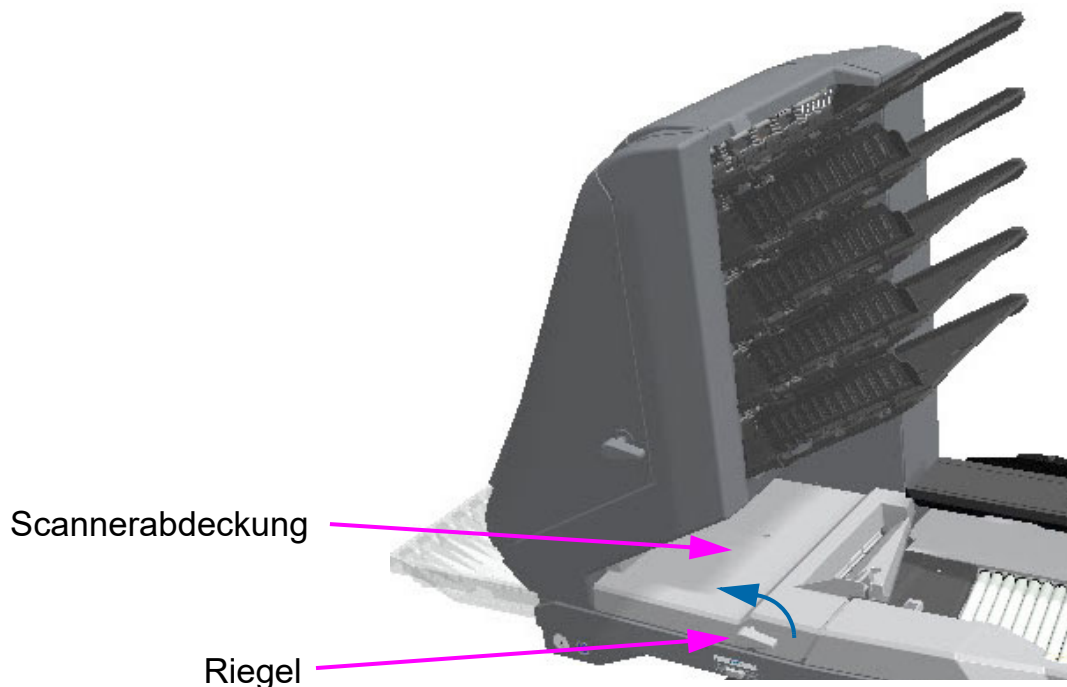

Abbildung 4-36: Zugriff auf den Scanner
1. Drehen Sie die Verriegelung gegen den Uhrzeigersinn, um die Scannerabdeckung zu lösen. Der Scannerdeckel schwenkt in die geöffnete Position (Abbildung 4-36).